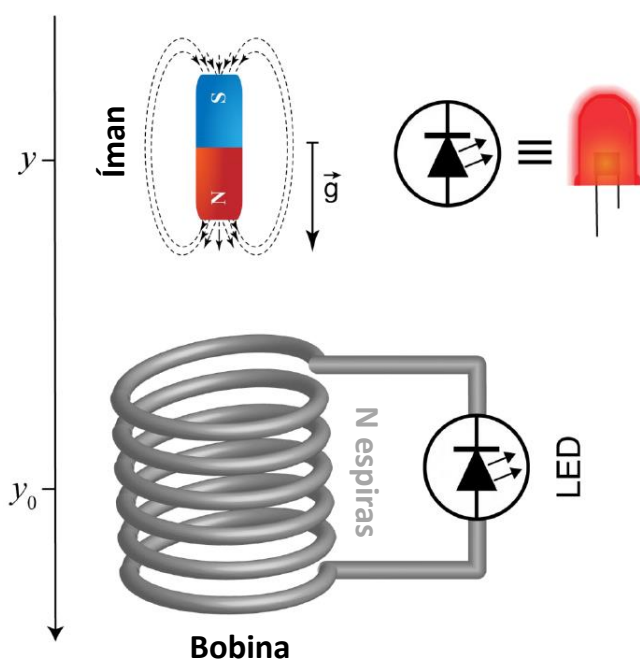

Figura 2. Representação da experiência com magnete em queda livre utilizando um LED.
A utilização de um LED conectado ao solenóide (Figura 2) pode dar uma indicação de f.e.m. induzida resultante da variação de fluxo magnético, mas não fornece dados quantitativos.
- No caso da Figura 2, considera que o facto de utilizar LEDs com emissão de diferentes cores terá alguma influência no resultado da experiência? Se sim, qual?